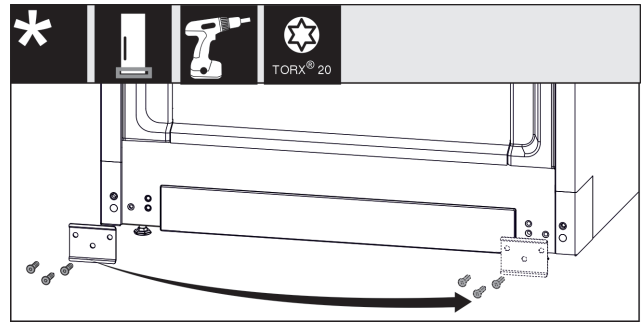

Fig. 13
- ▶ Ξεβιδώστε το έλασμα, μεταφέρετε το στην άλλη πλευρά και βιδώστε το ξανά. Fig. 13 (1)